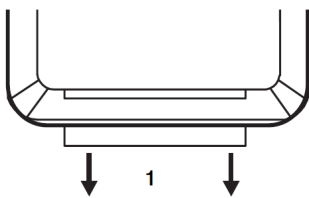

Figure 1
1. Avant d'utiliser la télécommande, retirez la feuille d'isolation en plastique de la télécommande en la tirant dans le sens de la flèche. (Voir figure 1)